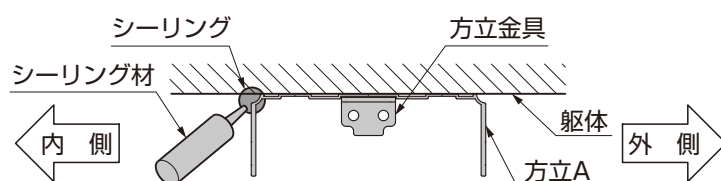

図11-5
②方立金具を垂木掛けと躯体に【1-4】、【1-13】で取付けてください。
③方立Aを躯体に【1-4】で固定してください。
④方立Aの内側にシーリングをしてください。(図11-5、図11-6)